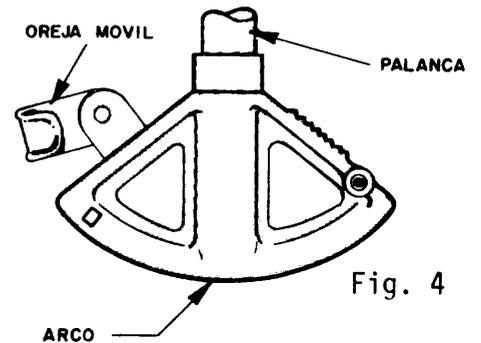

Fig. 4
d) Doblatubos EMT y conduit (figs. 4, 5 y 6).